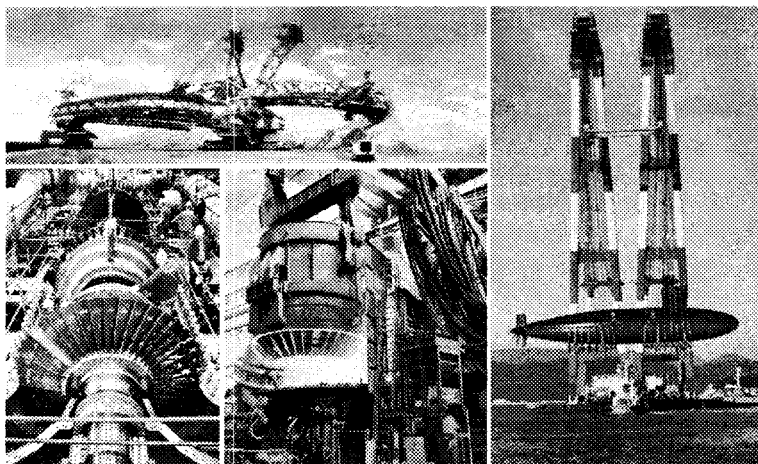

Рисунок 4.3 – Продукція важкого машинобудування
**Важке машинобудування.** Важке машинобудування виробляє гірничошахтне, підійомно-транспортне, металургійне обладнання, устаткування для хімічного та будівельного комплексів, шляхові машини (бульдозери, екскаватори, катки, грейдери) тощо. Воно є металомістким, тому тяжіє до металургійних баз; водночас воно – громіздке, тому тяжіє до споживача. Продукція цієї галузі випускається невеликими партіями або навіть одиничними зразками (парові котли, турбіни, прокатні стани), а само виробництво є трудомістким (рисунок 4.3) [41].